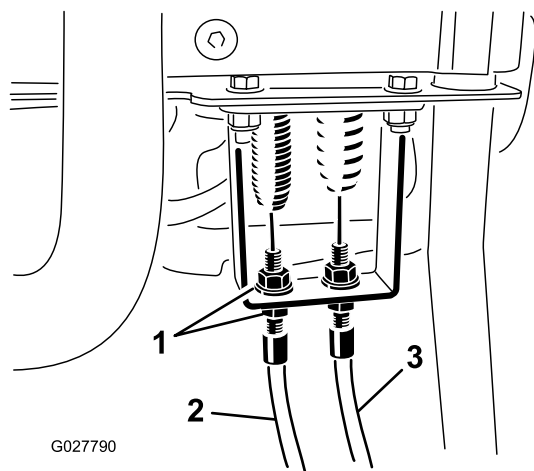

Figura 50
3. En el soporte de pasamuros de la palanca de control, afloje el cable de control del molinete hasta que haya holgura en el cable (Figura 50).